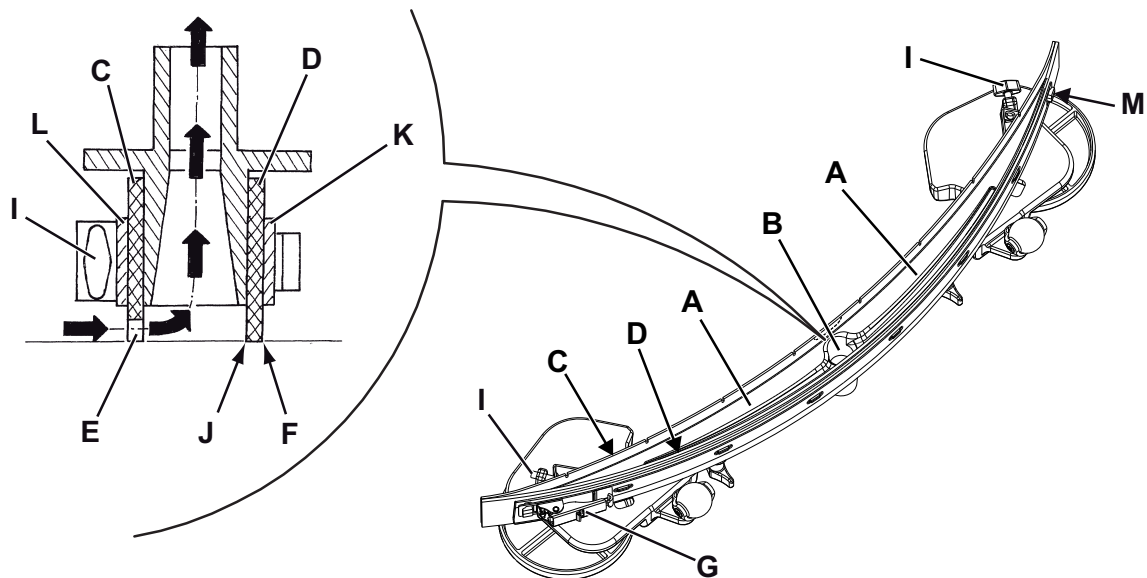

Abbildung 7
2. Zündschlüssel (58) einstecken und in Stellung I drehen.
3. Die Sauglippe (30) durch Drücken des Schalters (65) senken.
4. Zündschlüssel (58) in Stellung 0 drehen.
5. Ansaugrohr (31) von der Sauglippe abnehmen.
6. Sterngriffe (34) lösen und Sauglippe (30) abnehmen.
7. Sauglippe abspülen und reinigen. Besonders den Schmutz und Abfälle von den Räumen (A, Abb. 7) und der Öffnung (B) beseitigen. Überprüfen, ob der vordere (C) und der hintere Gummi (D) unversehrt sind und keine Schnitte oder Risse aufweisen, gegebenenfalls austauschen.
1. Die Sauglippe (Abb. 7) reinigen, und dabei wie angegeben im vorhergehenden Abschnitt vorgehen.
2. Überprüfen, ob die Fugenkante (E) des vorderen (C) und die Fugenkante (F) des hinteren Gummis (D) gleichzeitig in ihrer gesamten Länge auf dem Fußboden aufsitzen. Andernfalls Höhe wie folgt einstellen:
- Zugstange (G) entfernen, Haltevorrichtungen (M) lösen und hinteren Gummi (D) einstellen. In die Haltevorrichtungen einrasten und mit der Zugstange fixieren.
- Sterngriffe (I) lösen und vorderen Gummi (C) einstellen. Sterngriffe wieder festdrehen.
3. Überprüfen, ob der vordere (C) und der hintere Gummi (D) unversehrt sind und keine Schnitten oder Risse aufweisen, gegebenenfalls wie folgt austauschen. Überprüfen, ob die Vorderkante (J) des hinteren Gummis verschlissen ist. Gegebenenfalls Gummi umdrehen und eine der drei unversehrten Kanten als Vorderkante verwenden. Sind auch die anderen drei Kanten abgenutzt, Gummi wie folgt austauschen:
- Zugstange (G) aushaken, Haltevorrichtungen (M) lösen, Haltestreifen (K) abnehmen und hinteren Gummi (D) umdrehen/ austauschen.
- Sterngriffe (I) aufdrehen, Haltestreifen (L) abnehmen und vorderen Gummi (C) austauschen.
4. Ansaugrohr (31) an die Sauglippe anschließen.